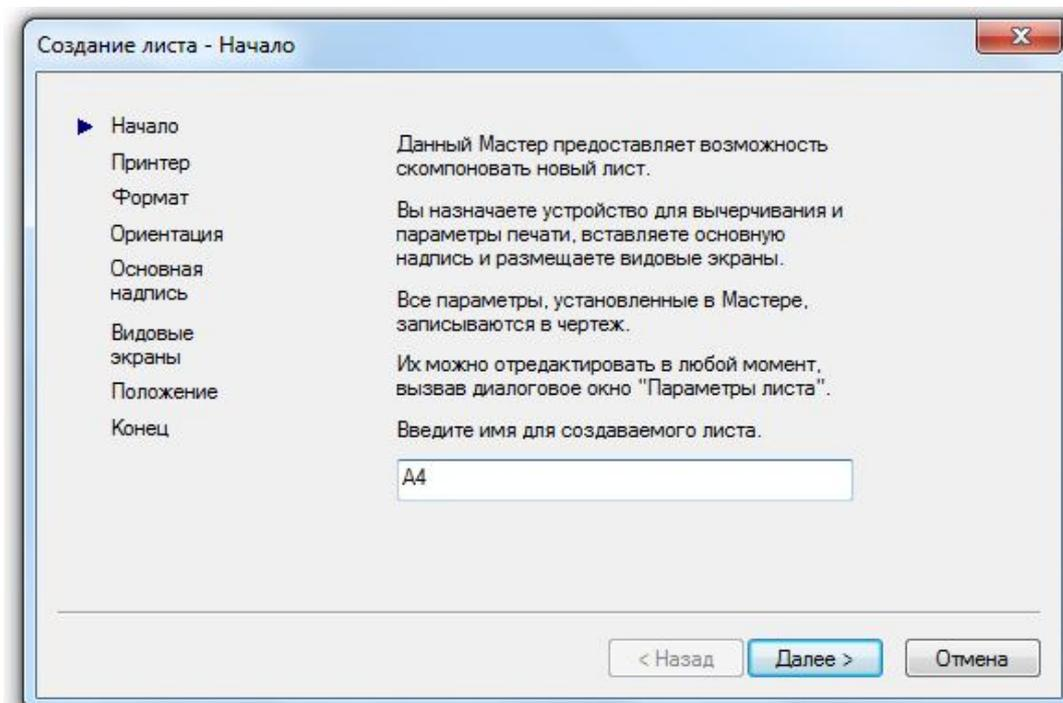

Рис. 70. Окно *Создание листа - Начало*
2. Создать новый лист с помощью команд *Сервис* → *Мастеры* → *Компоновка листа...* В открывшемся окне *Создание листа – Начало* (рис. 70) ответить на запросы программы: